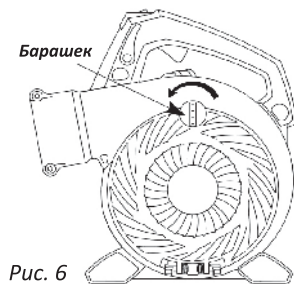

Рис. 6
1. Крутите барашек против часовой стрелки до того как он полностью откроется (Рис. 6).